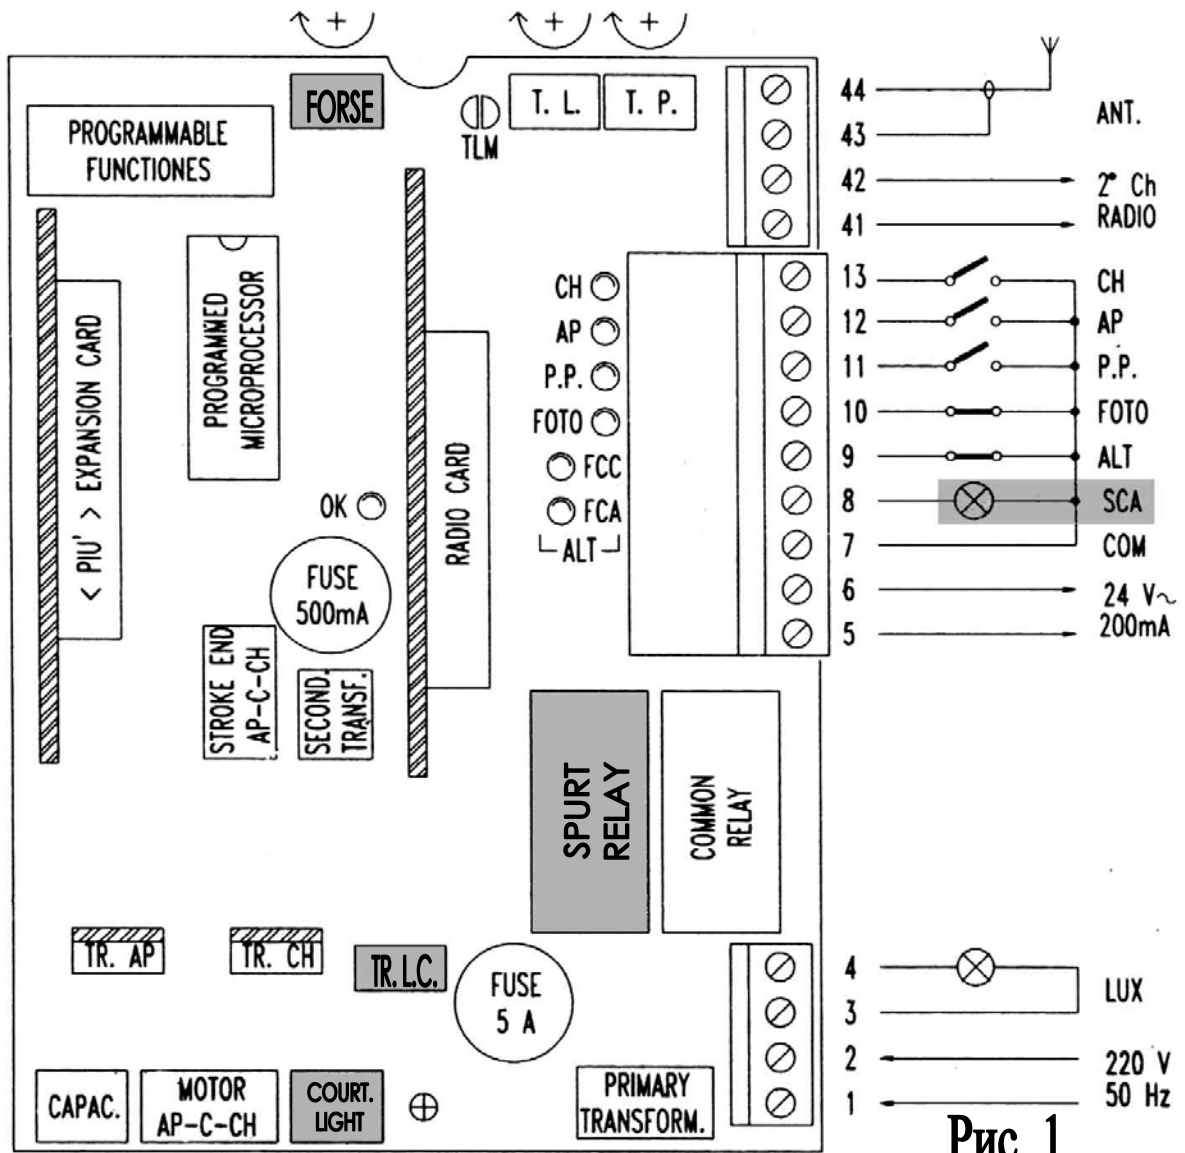

Рис. 1
**А)** Произведите необходимые соединения согласно схеме на Рис. 1; имейте в виду, что существуют правила, которых следует строго придерживаться, что касается безопасности электрических систем, а также автоматических ворот.